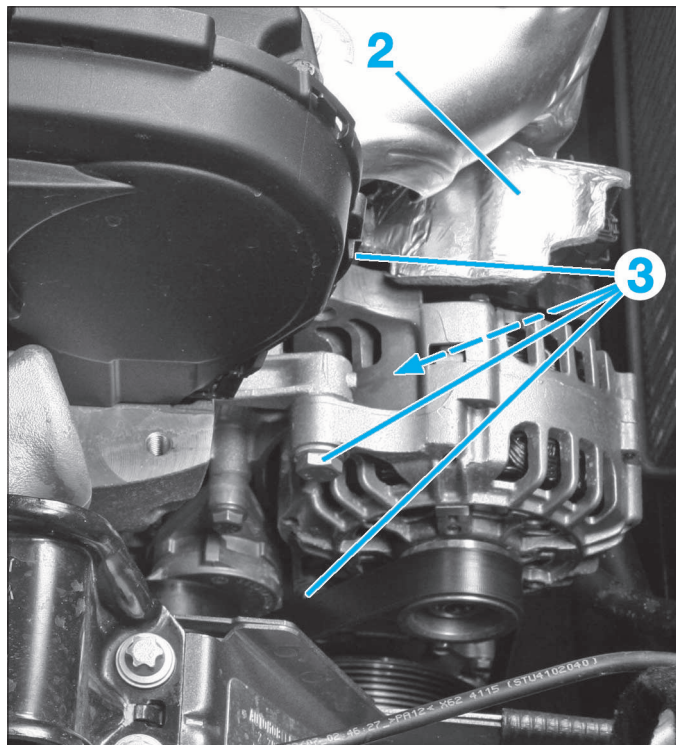

FIG. 9
- l'écran thermique de l'alternateur (2) puis le débrancher (Fig.9)
- les vis (3) de fixation de l'alternateur.